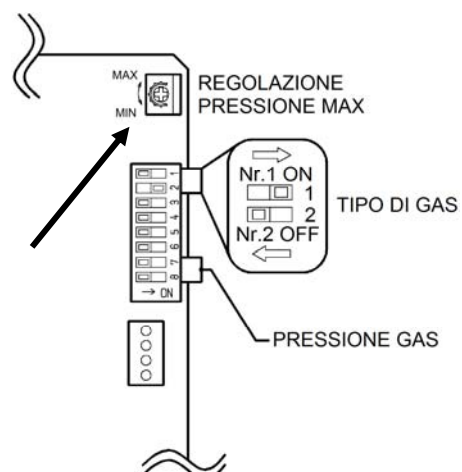

Fig. 6
4. Collegare i cavi introdotti ai relativi connettori del comando remoto e stringete le relative viti. Non è necessario rispettare colore o polarità del cavo (Fig.6).
14. Regolate la pressione di massimo sul potenziometro posto sulla scheda elettronica sopra ai microinterruttori (Fig.6) secondo i valori di pressione riportati di seguito. Il potenziometro è particolarmente sensibile, non ruotate più di qualche grado per volta; lasciate che la pressione si stabilizzi prima di modificarla nuovamente.